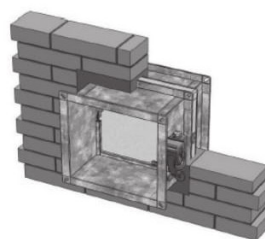

FIG.3
- 4- Riempire l'intercapedine risultante tra parete e serranda con materiale cementizzato resistente al fuoco (classe M10 o superiore) per ripristinare la resistenza e l'isolamento (fig. 3). Dopo l'installazione si consiglia di eseguire un test di funzionamento verificando la corretta rotazione della pala e l'efficienza del comando (sia manuale che motorizzato).